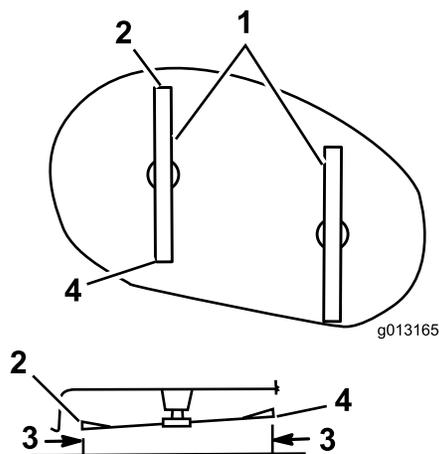

Figura 43
1. Mida la distancia entre la punta delantera de la cuchilla de la izquierda y la superficie plana (Figura 43). Repita con la punta trasera de la cuchilla de la izquierda.